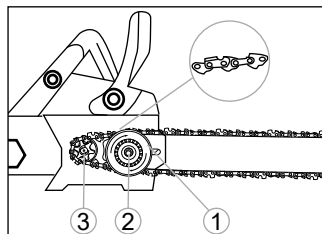

Рис. 6
5. Установите шину с цепью на пилу (рис. 6). Установите натяжную шестерню 1 (рис. 6) на фиксирующую шпильку с резьбой 2 (рис. 6), поместите пильную цепь вокруг звездочки 3 (рис. 6) таким образом, чтобы звенья цепи соответствовали направлению цепи, указанному на корпусе.